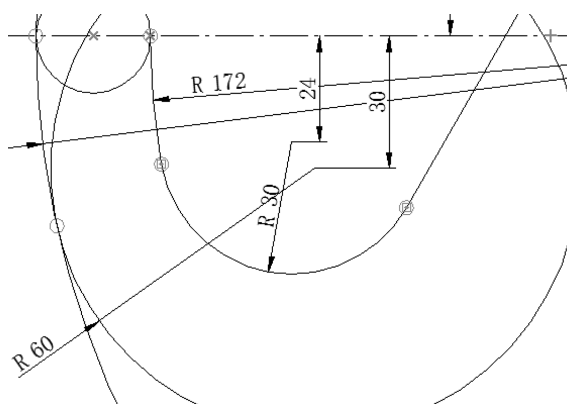

图 6-72 标注尺寸
(3) 单击【绘制草图】选项卡【尺寸】区域下的 f 【智能尺寸】按钮，标注刚才放置的直径为 120mm 圆的尺寸，并单击上方菜单栏的 r 【半径】选项，放置在合适位置，再确定圆的位置距水平点画线的竖直距离为 30mm，如图 6-72 所示。